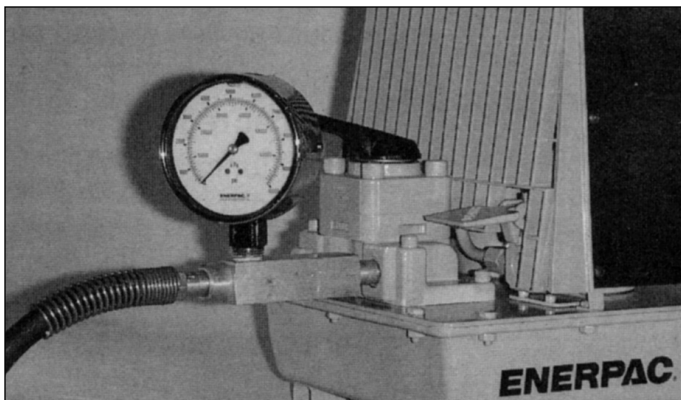

Abbildung 1 - Installation des Manometers
1. Eine Dichtungsmasse auf das Gewinde von Manometer, NPT-Schlaucharmatur und Anzeigenadapter auftragen. Die Anschlüsse gemäß der rechtsstehenden Abbildung vornehmen Figure 1.